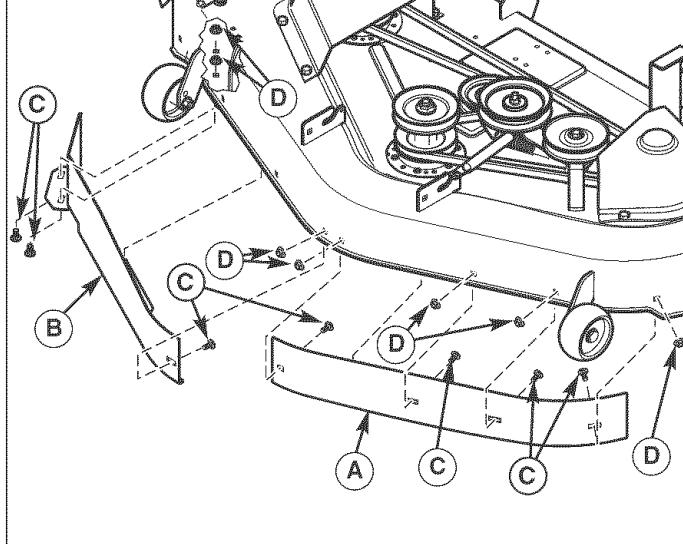

Figura 33. Instalación del deflecto de soplado
2. Instale el deflecto derecho (A, Figura 33) y fíjelo con los pernos de cabeza de hongo de 5/16-18 x 5/8" (C) y las contratuercas de reborde de 5/16-18 (D).
3. Instale el deflecto izquierdo (B) y fíjelo con los pernos de cabeza de hongo de 5/16-18 x 5/8" (C) y las contratuercas de reborde de 5/16-18 (E).